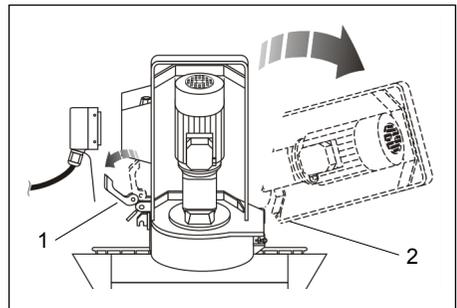

FIG.14 (Apertura del gruppo motoriduttore)
- 2) Aprire il dispositivo di bloccaggio del motoriduttore (FIG.14-Rif.1);
- 3) Aprire il gruppo motoriduttore ruotando in senso orario la flangia fino a fine corsa (FIG.14-Rif.2);